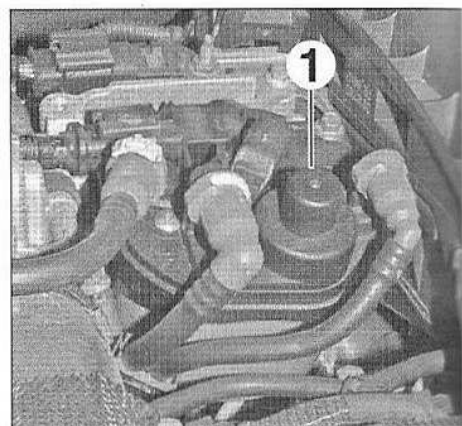

FIG.78
- Amorcer le circuit d'alimentation en carburant à l'aide de la pompe d'amorçage manuelle (1) pendant 120 secondes (Fig.78).